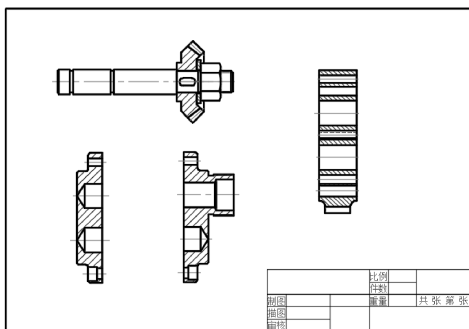

图 14-64 复制图形
(1) 绘制图形。单击“快速访问”工具栏中的“打开”按钮, 打开“源文件\第 14 章\轴总成.dwg”文件, 然后单击“编辑”→“复制”命令复制“轴总成”图形, 并单击“编辑”→“粘贴”命令粘贴到“齿轮泵总成设计.dwg”中。同样, 打开“源文件\第 14 章\齿轮泵前盖设计.dwg”文件、“齿轮泵后盖设计.dwg”文件, 以同样的方式复制到“齿轮泵总成设计.dwg”中, 并将“齿轮泵前盖设计.dwg”文件进行镜像, 将“齿轮泵后盖设计.dwg”文件进行 180° 旋转后进行镜像。结果如图 14-64 所示。